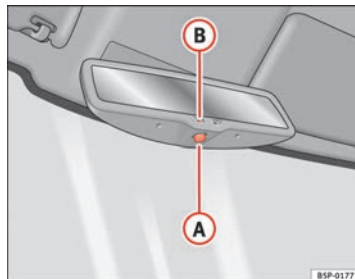

Fig. 85 Retrovisor interior con ajuste automático para posición antideslumbrante.
- Pulse la tecla (A) ⇒ fig. 85. El testigo de control (B) se apaga.
- Pulse la tecla (A) ⇒ fig. 85. El testigo de control se enciende.